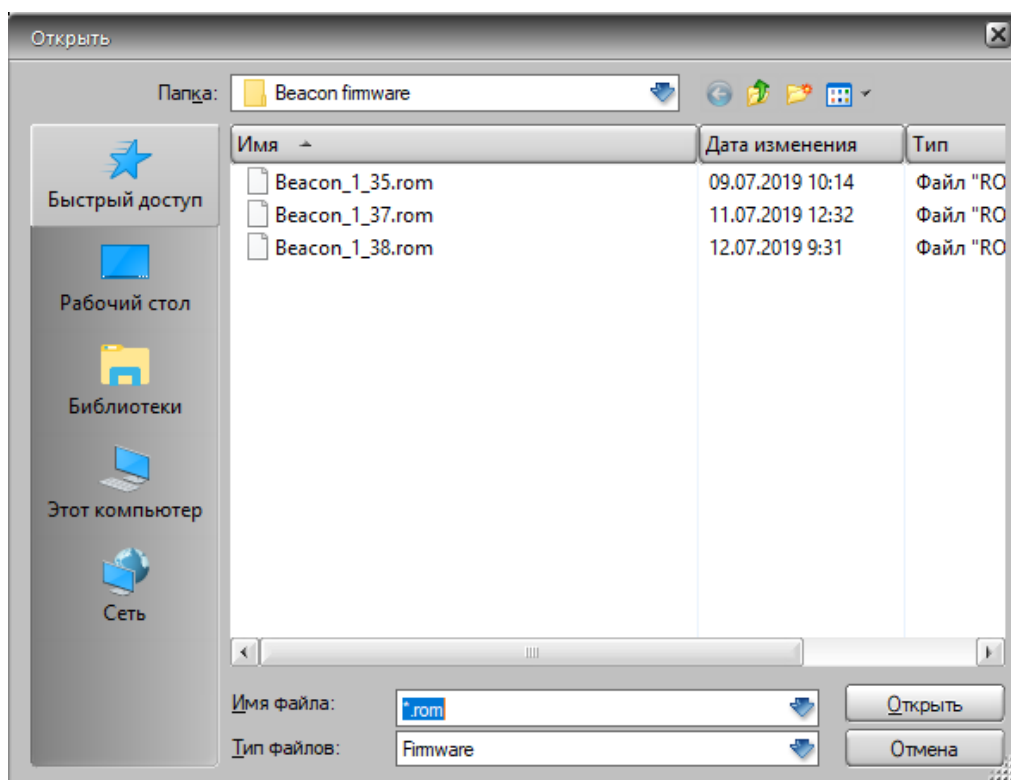

Рисунок 21
- Кнопкой «Смена ПО» вызвать окно выбора прошивки (рисунок 21).